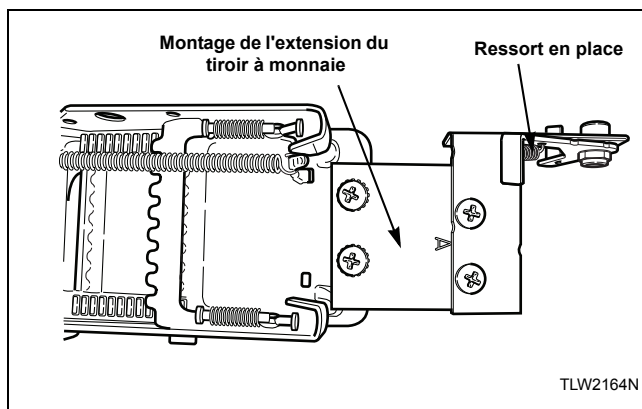

Figure 16
6. Fixer l'extension sur le dessus du tiroir en utilisant les deux vis et les rondelles de blocage qui restent. Se reporter à la *Figure 16*.
3. Installer l'extension de la glissière sur la partie supérieure de la glissière à l'aide des deux vis restantes. Se reporter à la *Figure 16*.